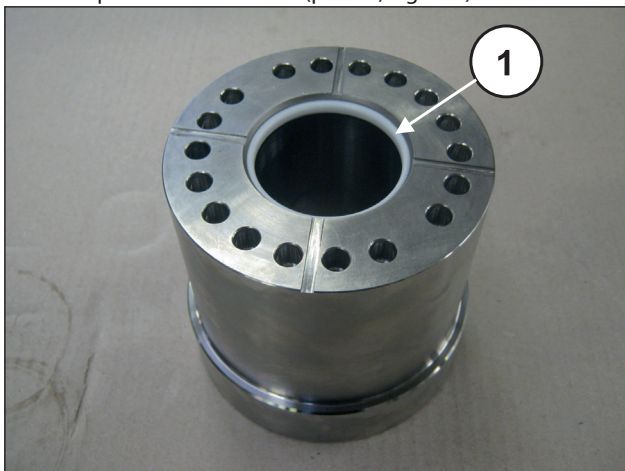

Fig. 195
Introducir el soporte de las juntas de estanqueidad en la junta de estanqueidad en la camisa (pos. ①, Fig. 195).